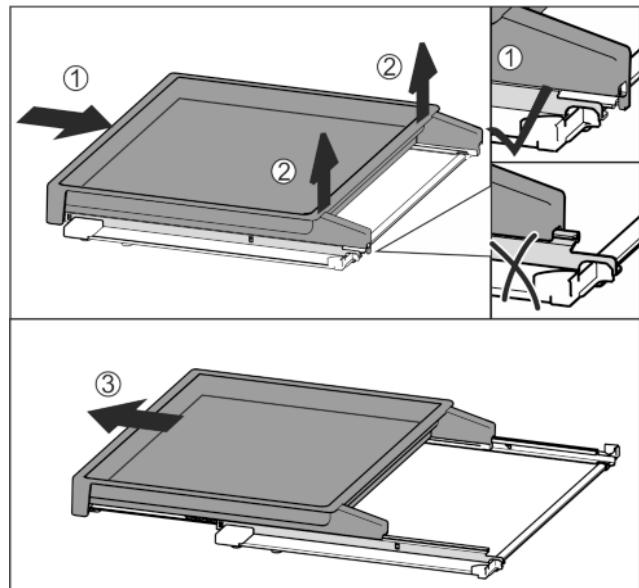

Fig. 37
- Повністю вставте витяжну панель Fig. 37 (1).
- Відпустити фіксатор на задній стороні Fig. 37 (2).
- Потягніть витяжну панель вперед Fig. 37 (3).